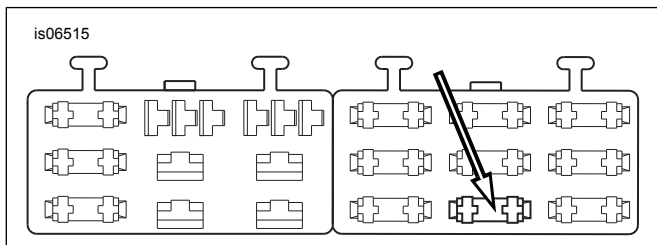

Figure 25. Cavité « OPEN » de la boîte à fusibles (Dyna 2004 et ultérieurs)
3. Consultez Figure 25 . Enlevez la vis de mise à la masse (1) située :
4. Consultez Figure 25 . Repérer la cavité du fusible qui indique « OPEN » sur le couvercle de la boîte à fusibles de droite. Insérez la borne du fil orange/blanc de l'adaptateur jusqu'à la butée. Trouvez une cosse installée en usine à proximité et comparez-la pour vous assurer que la profondeur et l'orientation sont correctes.